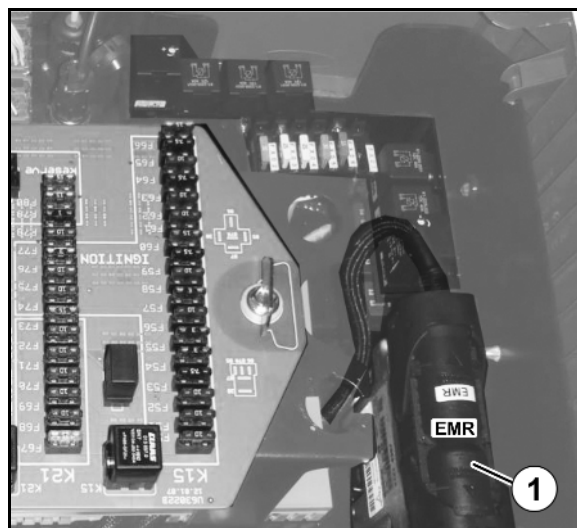

图 150
- 将驾驶室中的位于驾驶室右侧扶手下部的中央电气系统内的控制器上的EMR插头（图 150/1）拔下。